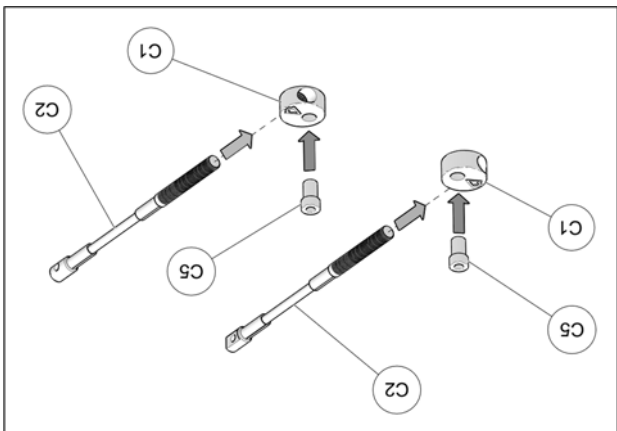

Fig. 25
16. Assembler les câbles des limiteurs de conduite (C2), les disques en aluminium (C1) et les bagues espacesurs (C5) tel que montré à la Fig. 25